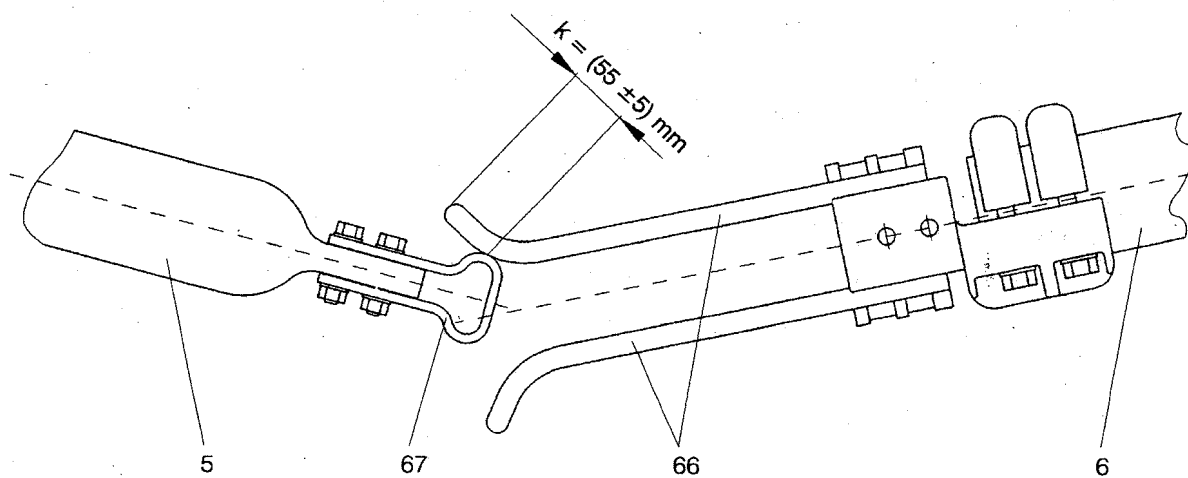

Рисунок 35: Установка тяг разъединителя: главные контакты разъединителя, зацепление
10. Затяните приводной рычаг (74)
11. Удалите транспортные угольники (328) с других полюсов разъединителя
13. Уделите особое внимание ровному сцеплению контактов (размер «K») — Рис. 35 и положению мёртвой точки приводного рычага и приводной тяги — Рис. 33, 34